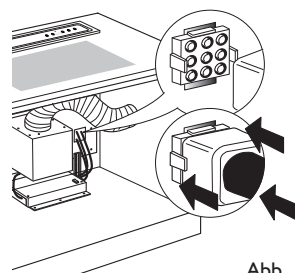

Abb. 1
- Der 9-polige Stecker richtig angeschlossen ist. (Abbildung 1)